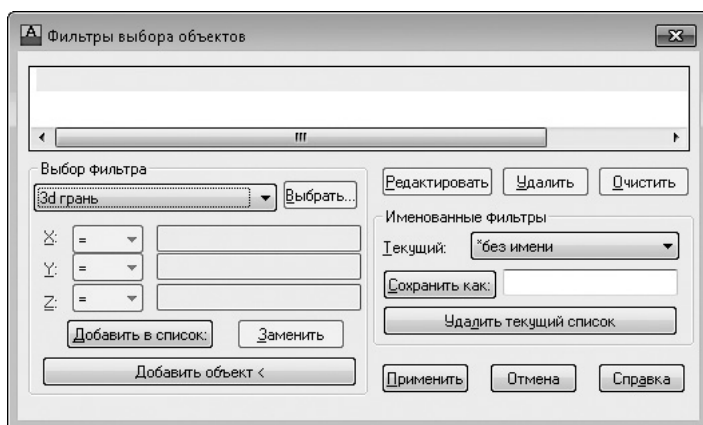

Рис. 3.10. Диалоговое окно Фильтры выбора объектов
Команда **ФИЛЬТР** открывает диалоговое окно **Фильтры выбора объектов** (рис. 3.10), с помощью которого вы можете дать фильтрам имена и сохранить их для последующего использования. Команда **ФИЛЬТР** создает список требований, которым должен отвечать объект до его выделения. Вы можете ввести эту команду в ответ на запрос, чтобы создать списки фильтрации для дальнейшего применения.
2. В окне **Фильтры выбора объектов** (см. рис. 3.10) из раскрывающегося списка в области **Выбор фильтра** выберите значение **Отрезок**.